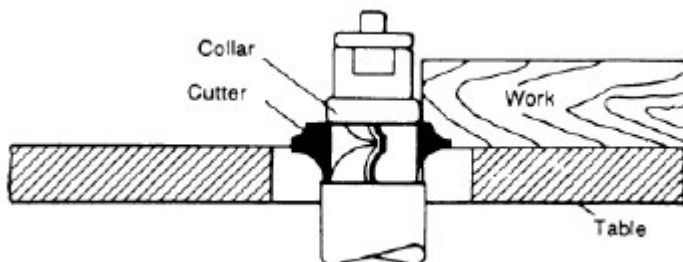

Abb. 7-9: Oberhalb des Fräasers
2. Die Verwendung des Fräserkragens oberhalb des Fräasers (Abbildung 7-9) bietet den Vorteil, dass der Schnitt nicht durch geringfügige Abweichungen in der Dicke des Materials beeinträchtigt wird. Der Schnitt ist jedoch während des Vorgangs nicht sichtbar. Ein weiterer Vorteil besteht darin, dass ein versehentliches Anheben des Werkstücks keine Kerben im Werkstück hinterlässt. Korrigieren Sie den Fehler einfach, indem Sie den Vorgang wiederholen.